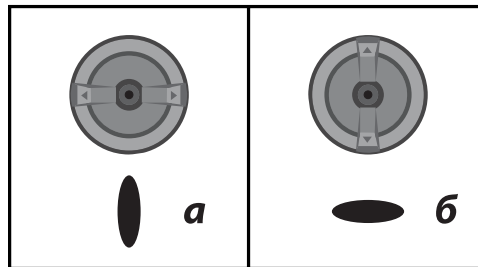

Рис. 3
- горизонтально - для формирования вертикального факела при окраске вправо-влево (Рис. 3а);
- вертикально - для горизонтального факела при окраске вверх-вниз (Рис. 3б);
9. Для регулировки интенсивности распыления поверните рычаг (1), чтобы отрегулировать необходимую форму факела от круглой до овальной.
10. При пробной окраске определите необходимую скорость ведения распылителя для равномерной окраски и расход материала, во избежание, при большой скорости и недостаточном расходе, неравномерного покрытия; а при низкой скорости и избыточном расходе - потеков материала. Регулировка расхода материала осуществляется вращением регулятора (1).